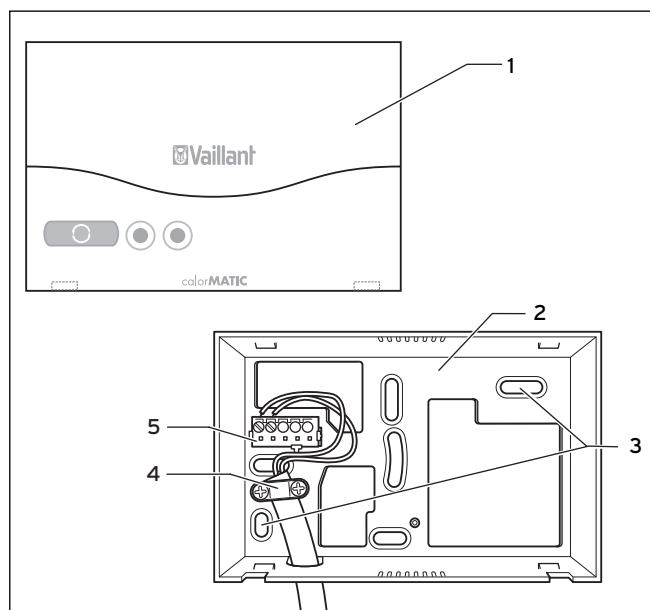

Рис. 4.1 Монтаж блока радиоприемника
- ⇒ Подключите кабель eBUS к клеммнику (1) настенного цоколя для блока радиоприемника.
- ⇒ Монтируйте приспособление для уменьшения растягивающего усилия (4, рис. 4.1).
- ⇒ Подключите кабель eBUS к клеммнику отопительного аппарата (2).